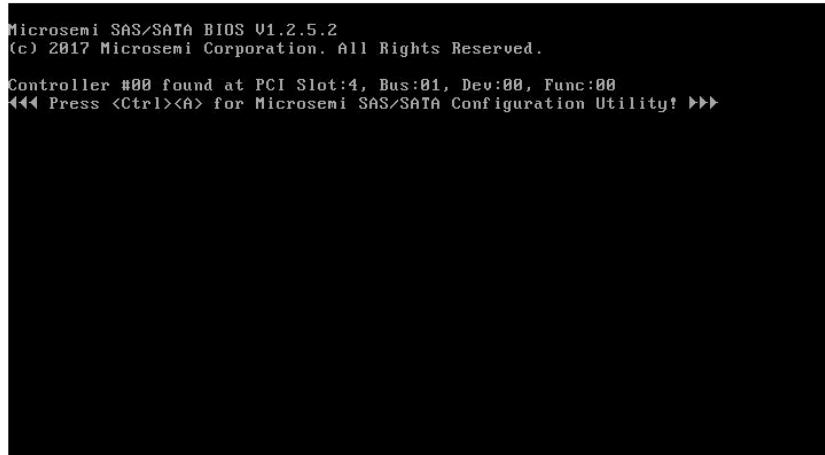

图 5-131
1. 在 BIOS 启动过程中，出现图 5-131 所示界面后，按 Ctrl+A；
1. 选择 Advanced 菜单 “8068H352 SmartIOC 8i” , 单击 “Enter” 键, 进入 RAID 卡配置界面, 如下图 5-131 所示;